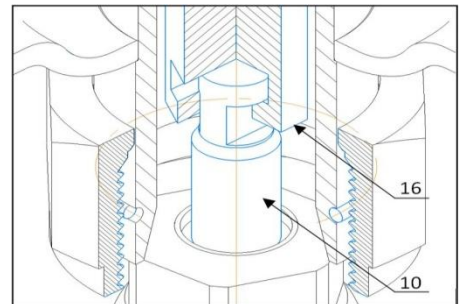

Рис.14 Схема разбора штоков
- Вывести шток гидропривода поз.16 из зацепления со штоком клапана поз.10 (см. рис.14);